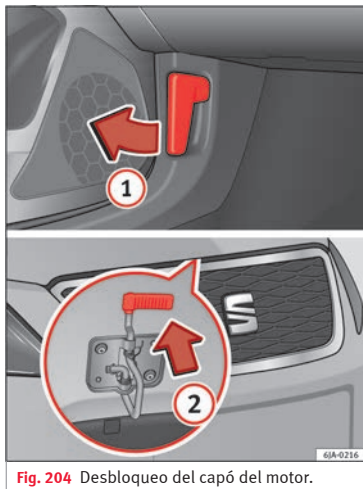

Fig. 204 Desbloqueo del capó del motor.
- Tire de la palanca ① » fig. 204 que se encuentra bajo el tablero de instrumentos en el sentido que indica la flecha.
- Tire de la palanca de seguridad en la dirección de la flecha ② » fig. 204, el capó se desbloquea.